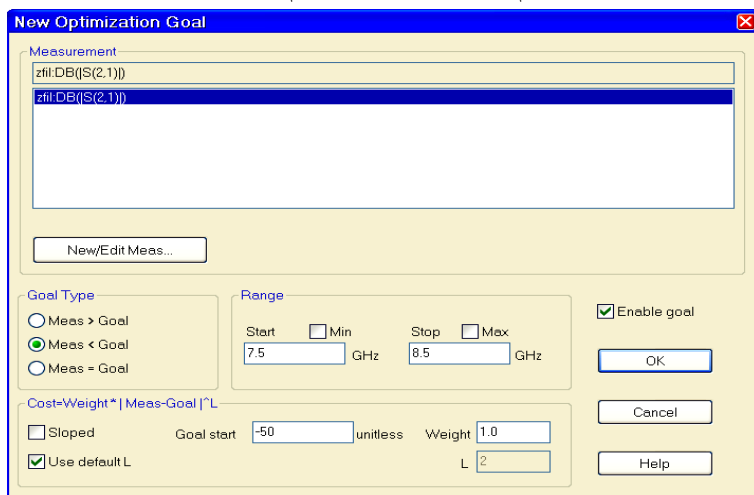

Рис. 3.31
1. Откройте окно графика. Установите цель оптимизации в полосе заграждения. Щёлкните правой кнопкой мышки по **Optimizer Goals** в левом окне проекта и выберите **Add Optimizer Goal**. В открывшемся окне рис. 3.31 в области **Goal Type** отметьте **Meas < Goal**, в области **Range** (диапазон) снимите “галочки” в квадратиках **Min** и **Max**. В поле **Start** введите **7.5**, в поле **Stop** введите **8.5**. В поле **Goal start** в нижней части окна введите **-50**. Нажмите **OK**.